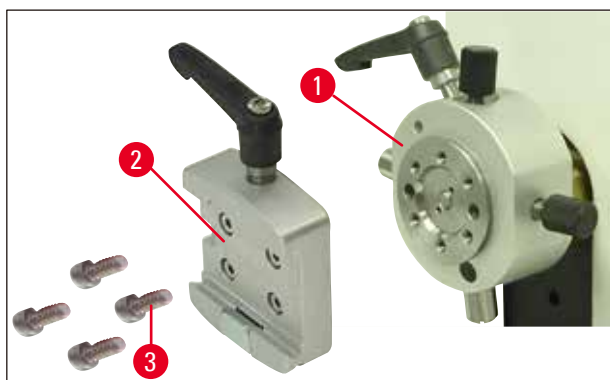

Fig. 9
- Retirez ensuite le support en queue d'aronde (→ Fig. 9-2) du support de porte-échantillon (→ Fig. 9). Pour cela, desserrez et dévissez les quatre vis (→ Fig. 9-3) avec une clé pour vis à six pans creux de 3 mm (→ Fig. 10-1).